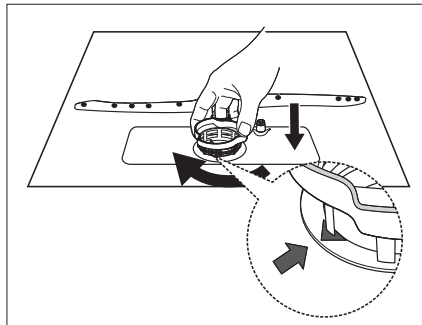

Fig. 21
- ▶ Pour remettre le système de filtrage en place, procédez dans l'ordre inverse. (voir **fig. 21**)